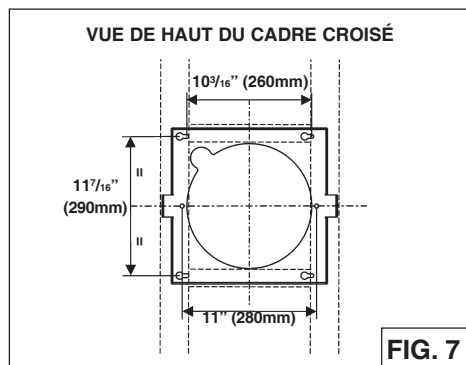

FIG. 7
4. Monter les quatre vis 6x70mm au plafond à l'endroit indiqué sur la figure 7. Laisser 1/4" d'espace entre la tête de vis et le plafond (vis seront serrées plus tard). Assurez-vous que les vis sont entraînées dans le centre de poutrelles et de cadrage pour une résistance maximale.